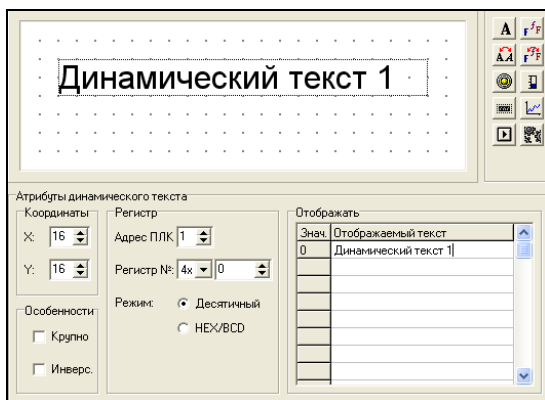

Рис. 4.6. Динамический текст
1. Нажать кнопку . Откроется область задания параметров изменяющихся текстов (см. рис. 4.6).